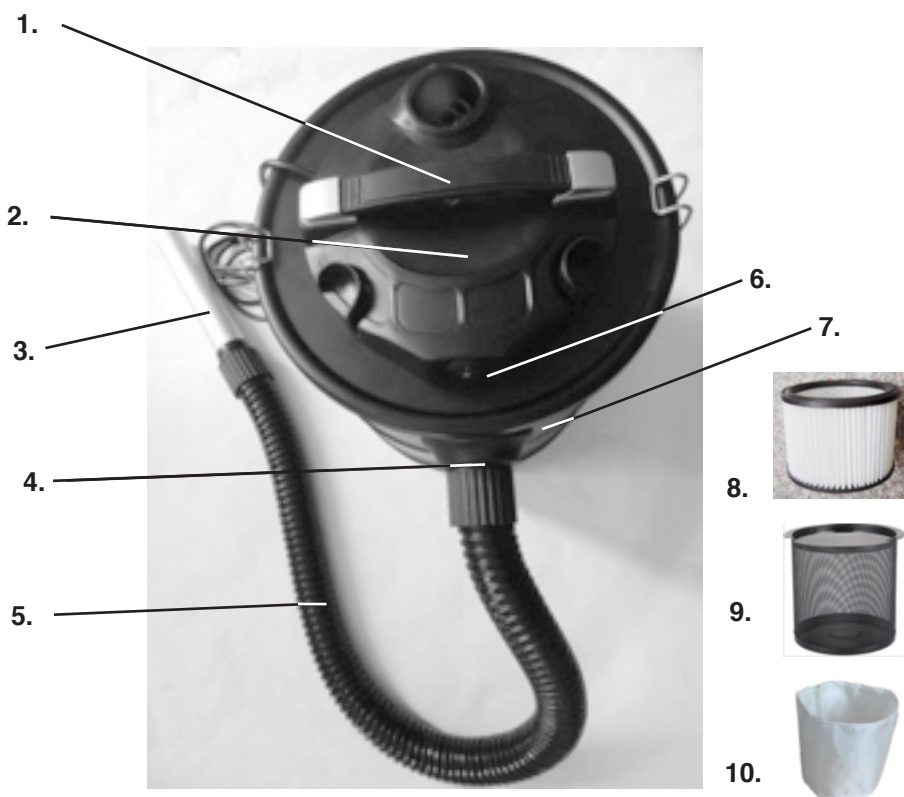

Fig. A1
- Retire el aparato y los accesorios del embalaje y compruebe que tanto el aparato como los accesorios se encuentran en buen estado. (Fig. A1)
- Inserte el tubo de aluminio en la manguera y, a continuación, inserte el otro extremo de la manguera en la entrada de aire. (Fig. A1).